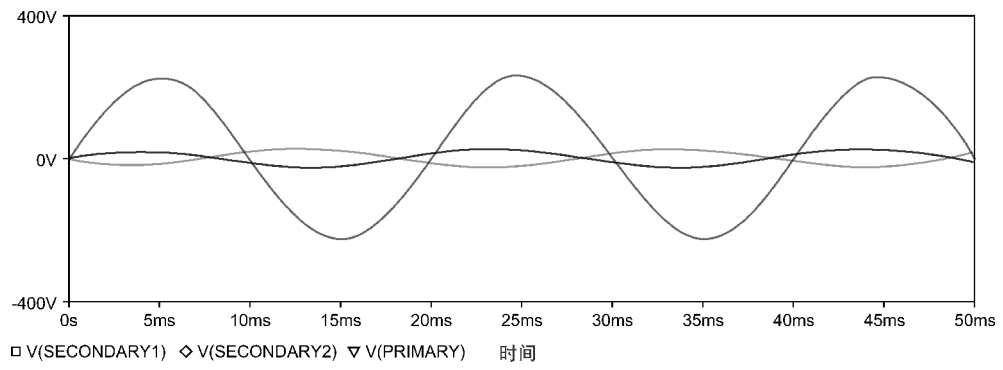

图 9.13 变压器一次电压和二次电压波形
5. 图 9.13 所示为非线性变压器的一次电压和二次电压波形。通过图形可以看出，两二次绕组的峰值电压均为 25.1V。